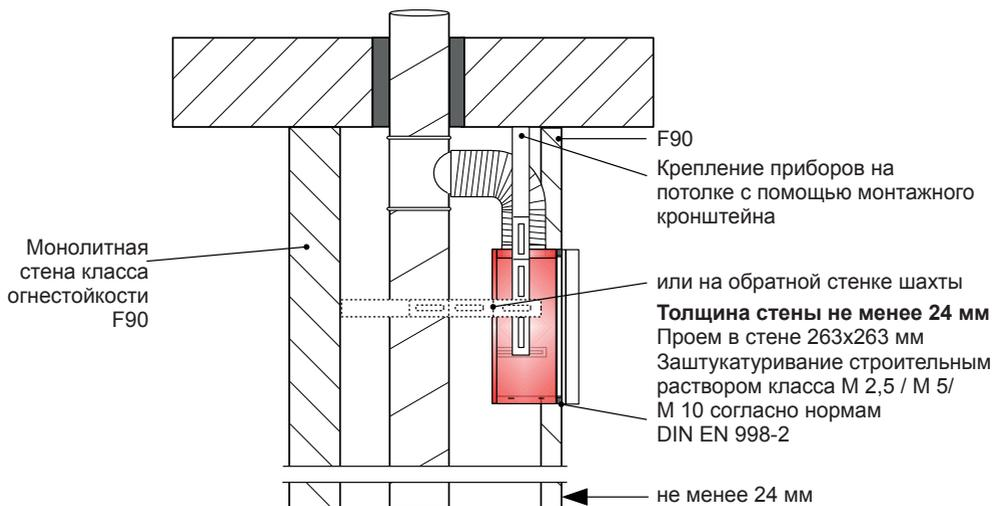

Рис. 20: толщина стен не менее 24 мм
- Стена огнестойкой шахты или вентиляционного канала всегда должна иметь толщину не менее 24 мм (см. рис. 20).
- Монтаж в огнеупорных шахтах или вентиляционных каналах должен выполняться с помощью монтажного кронштейна MB-V, арт. 4452, который крепится к огнестойкому междуэтажному перекрытию или на задней стенке шахты (см. рис. 20).